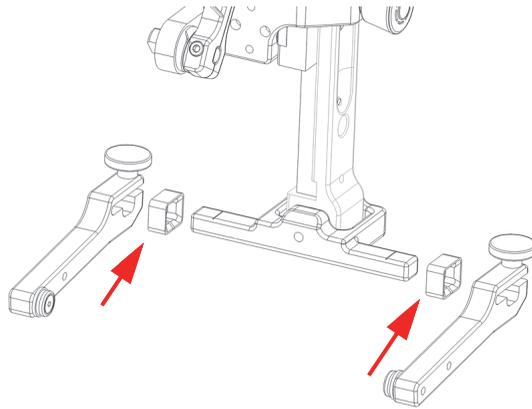

図 2-15 ヨークアームの取り外しとシムの挿入
2. ヨークピボットビームの各側に 1 個のシムを挿入します (51 ページの図 2-15)。